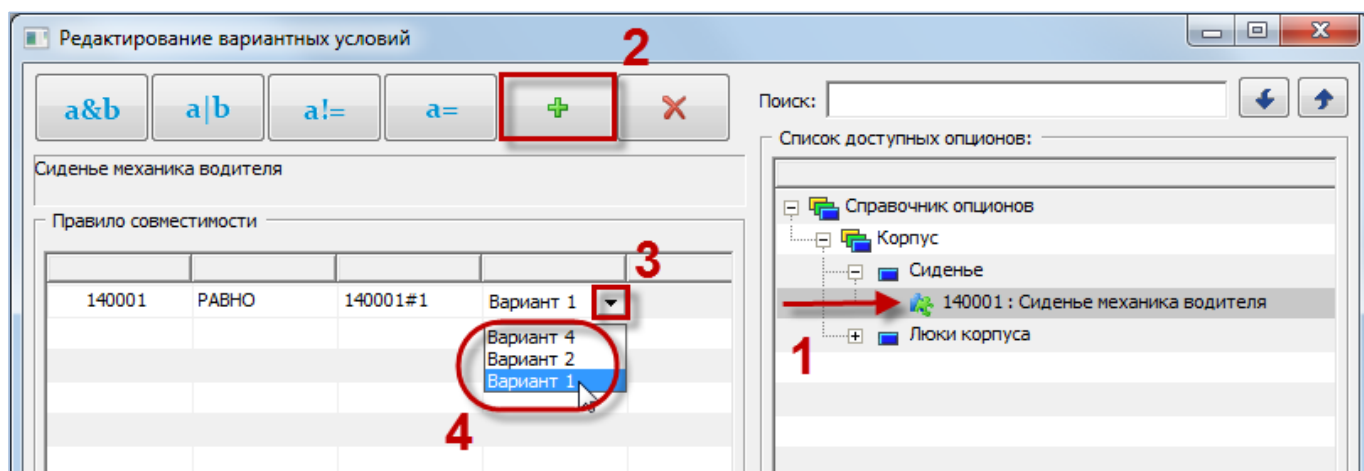
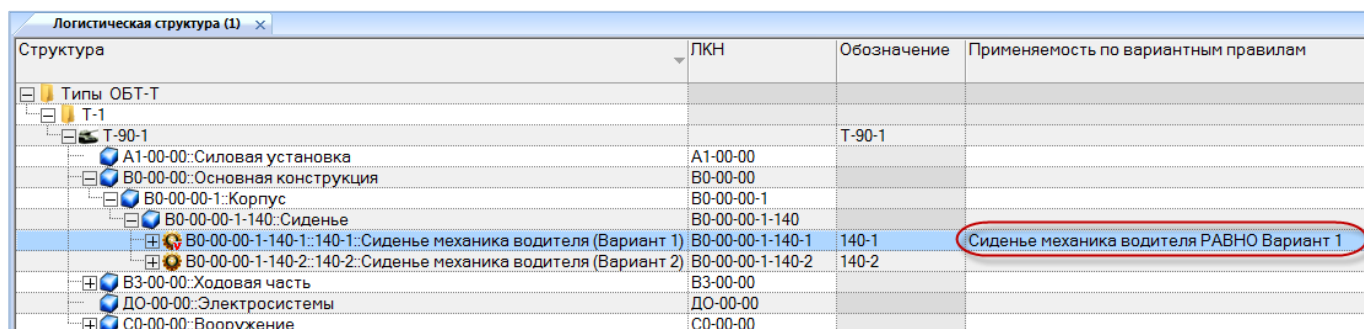

Рис. 13-93 – Создание вариантного правила
Рис. 13-94 – Вариантное правило в окне «Логистическая структура»
5) В окне «Список доступных опционов» редактора вариантных правил раскрыть дерево справочника опционов (рис. 13-93).
б) Выделить опцион и нажать кнопку «Добавить опцион из дерева» панели инструментов левого окна (1 и 2 на рис. 13-93). В таблице «Правило совместимости» появятся выбранные данные.
7) Выбрать значение опциона (3 и 4 на рис. 13-93). Нажать «ОК» для закрытия редактора вариантных правил. В рабочем окне «Логистическая структура» в колонке «Применяемость по вариантным правилам» для элемента структуры изделия появится созданное вариантное условие (рис. 13-94).